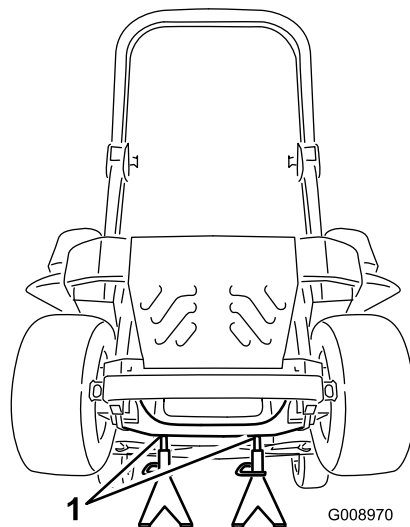

Figure 86
3. Soulevez la machine sur des chandelles (Figure 86).
9. Retirez les chandelles et abaissez la machine (Figure 86).